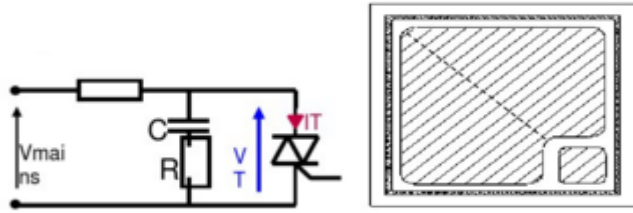

图 4 原理图
(3) 如果在可控硅两端施加了过大的 di/dt , 就会导致控制极的金属层穿透(见图 4)。